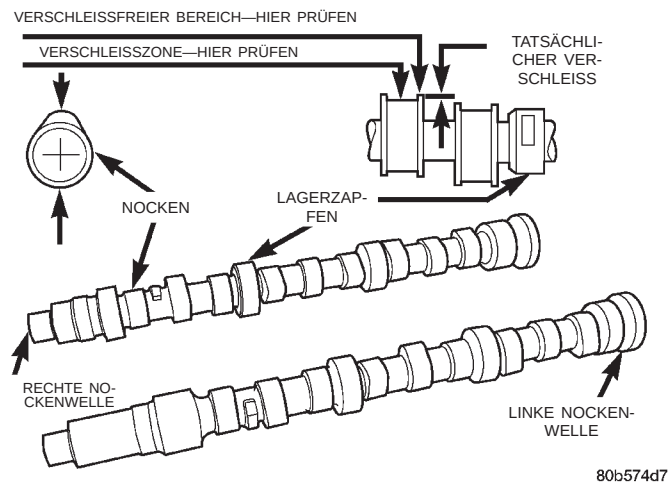

Abb. 108 Nockenwelle prüfen
(1) Lagerzapfen der Nockenwelle auf Beschädigung und Klemmspuren prüfen (Abb. 108). Falls Lagerzapfen klemmen, den Zylinderkopf auf Beschädigung prüfen. Auch die Ölbohrungen im Zylinderkopf auf Verstopfung prüfen.
(2) Nockenlaufbahnen auf übermäßigen Verschleiß und Beschädigung prüfen. Falls Schäden festgestellt werden, Nockenwelle auswechseln. Den tatsächlichen Verschleiß der Nockenlaufbahnen messen (Abb. 108) und bei Überschreitung des Grenzwerts die Nockenwelle auswechseln. Der zulässige Wert beträgt 0,0254 mm (0,001 Zoll), die **Verschleißgrenze** ist bei 0,254 mm (0,001 Zoll) erreicht.